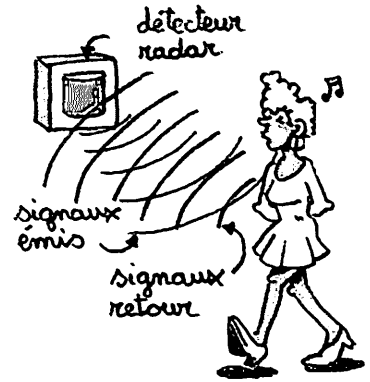

Fig. 11 : Détecteur à hyperfréquences.
**b) Détecteurs hyperfréquences (fig. 11)**